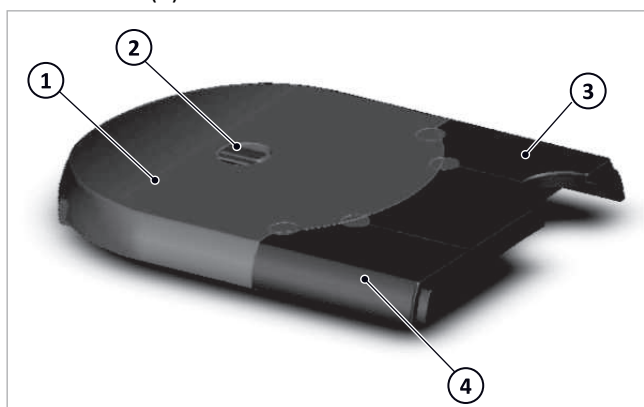
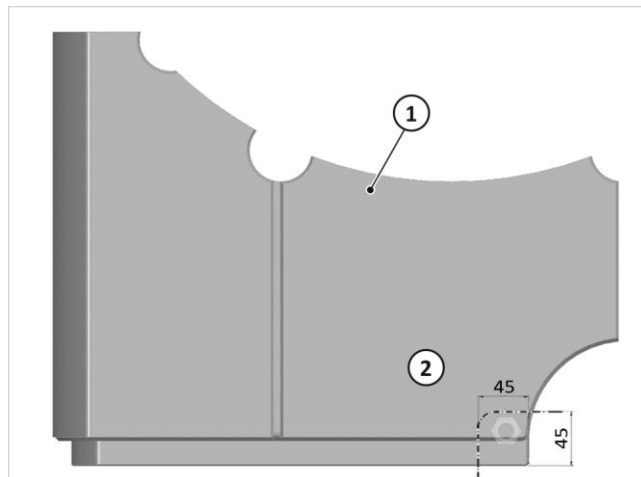

Fig. 124: Isolamento superiore SolvisBen
Fig. 128: Se necessario, tagliare l'accesso della tubazione del gas
1. Gli isolamenti superiori della WWS → fig. 124 (4) e HKS → fig. 124 (3) devono essere montati inserendoli dall'alto.
2. Prendere l'isolamento del contenitore → fig. 124 (1) e rimuovere delicatamente con un coltello affilato i quattro espansi della WWS (5) facendo leva sulle scanalature (6).
4. Posizionare l'isolamento del contenitore → fig. 124 (1) sopra al contenitore.
- laterali a sinistra e a destra (1)
- centrale posteriore (2)
- centrale anteriore (3)
6. Posizionare l'isolamento superiore della HKS → fig. 124 (3).
7. In caso di posizionamento della tubazione del gas in alto, tagliare l'isolamento superiore della WWS (1, vedere anche → fig. 124 (4)) prima del montaggio → fig. 128 (sagoma in dotazione).
- Posizionare l'isolamento superiore assemblato → fig. 124 (1+2+3+4) completo sul contenitore.